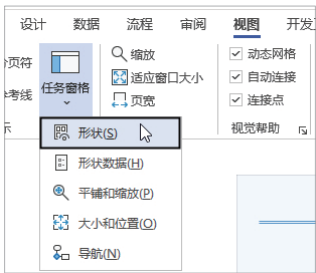

图 1-22 选择“形状”命令
(1) 在“形状”窗格中单击“基本流程图形状”模具的标题，显示该模具中的所有形状。如果未显示“形状”窗格，则可以在功能区的“视图”选项卡中单击“任务窗格”按钮，然后在弹出的菜单中选择“形状”命令，如图 1-22 所示。